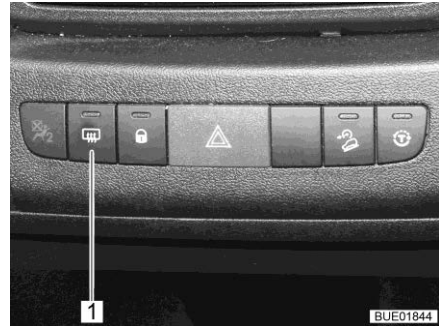

Fig. 35 Interrupteur du chauffage des rétroviseurs extérieurs
- Appuyer sur l'interrupteur (Fig. 35,1) situé sur le tableau de bord. Le voyant de contrôle de l'interrupteur signale la marche.